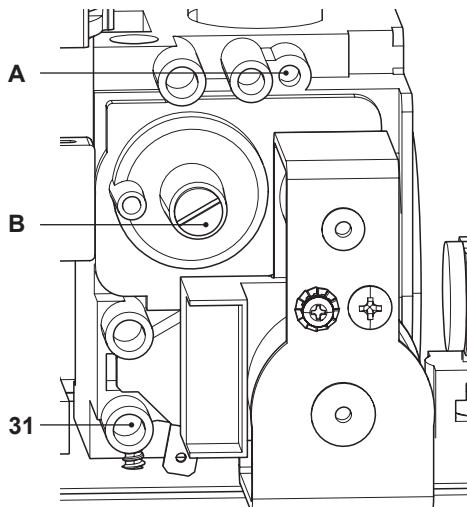

Figura 7.5
- A caldaia spenta (fuori servizio), controllare la pressione di alimentazione utilizzando la presa 31 in Figura 7.5 e confrontare il valore letto con quelli riportati nella tabella Pressioni di alimentazione gas nella sezione "Dati tecnici" pag. 24.
- Richiudere bene la presa di pressione 31 in Figura 7.5.
- Per tarare il  $\text{CO}_2$  della caldaia (pressione del gas al bruciatore) svitare completamente il tappo in ottone di protezione B e agire sulla vite a brugola  $\varnothing$  4 mm sottostante Figura 7.5, girando in senso orario il  $\text{CO}_2$  aumenta.
- Se i due dati non coincidono agire sulla vite regolazione massimo RQ (A in Figura 7.5) della valvola gas e tarare il **CO2** allo stesso valore riportato nella sezione "Dati tecnici" in tabella "Dati in sanitario" pag. 24 (modello **M260.1616 SV/M**), pag. 27 (modello **M260.2025 SV/M**) e pag. 30 (modello **M260.3035 SV/M**). Girando in senso orario il **CO2** diminuisce.